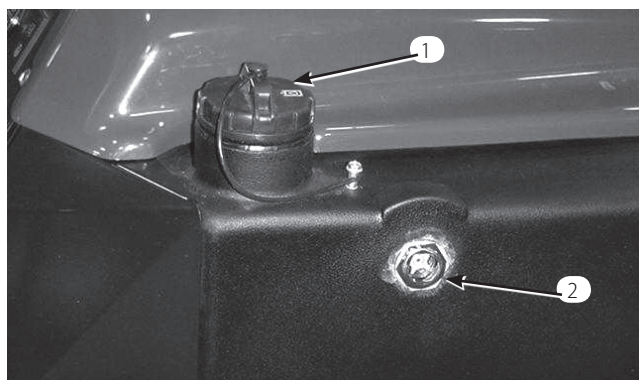

図 25
2. 油圧オイルタンクの側面についている点検窓からオイルの量を点検する（図25）。オイルが冷えている状態で窓の下の方まであればよい。オイルが冷えている状態で窓の下の方まであればよい。
3. オイルが冷えている状態で少なくとも窓の下の方までオイルがない場合は補給する。タンクのキャップを外し、高品質の油圧オイルを点検窓の下の方まで補給する（図25）。入れすぎないこと。